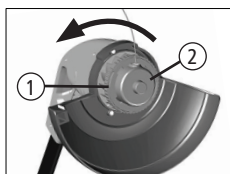

Fig. 06
Mantenha o porta carretel (1) fixo e gire a tampa do carretel (2) no sentido anti-horário, [Fig. 06].